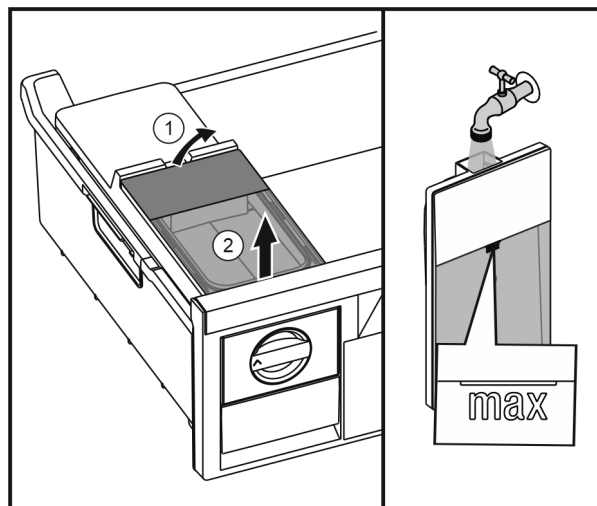

Fig. 30
- ▶ Waterreservoir van achter optillen Fig. 30 (1) en omhoog verwijderen Fig. 30 (2).